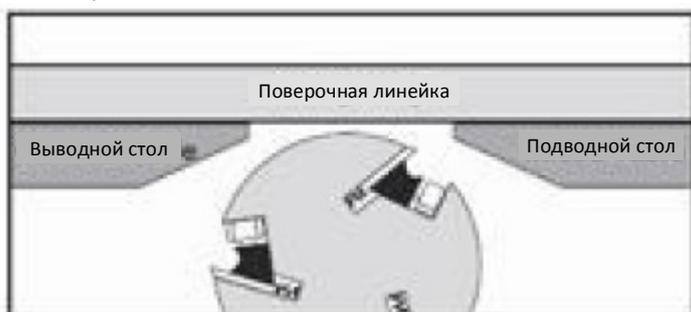

Рис. 34. Установленные вровень подводной и выводной столы
2. Поставить поверочную линейку наполовину на подводном столе и наполовину на выводном столе, затем привести подводной стол вровень с выводным столом, как показано на рис. 34.